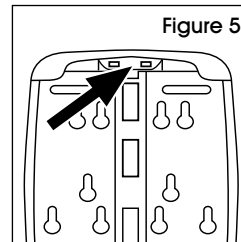

Figure 5
1. Ouvrez le distributeur en appuyant sur le loquet du couvercle jusqu'à ce qu'il se détache. (Voir Figure 5)